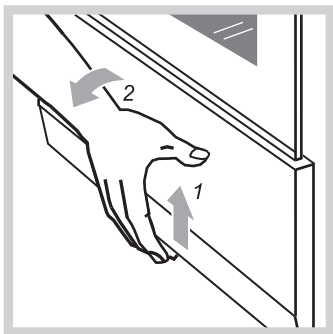

Рис. 9
- Плиты выпускаются двух исполнений: с выдвижным ящиком и с откидной дверцей. Чтобы открыть дверцу, ее нужно приподнять вверх и наклонить на себя (рис. 9).